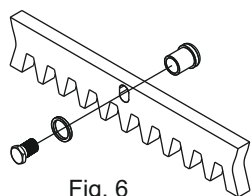

Fig. 6
**5.2.** Fixer à chaque élément de la crémaillère les cliquets de support à l'aide des vis de blocage qui doivent être positionnées sur la partie supérieure du trou oblong (Fig. 6);